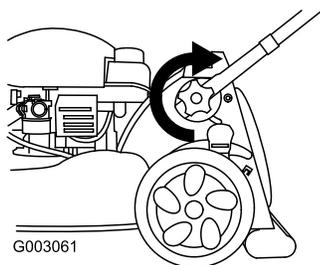

Figura 5
3. Apriete todo lo que pueda los pomos del manillar inferior (Figura 5).